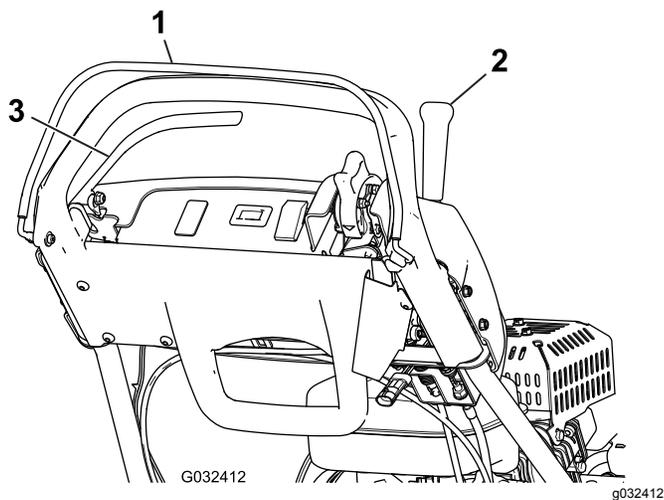

Рисунок 29
3. Попробуйте привести в действие рычаг управления тягой при ненажатом механизме контроля присутствия оператора (Рисунок 29). Рычаг управления тягой **не должен** включаться. Если рычаг управления тягой включается, система блокировки нуждается в обслуживании. Устраните неисправность до начала работы на машине; см. Обслуживание блокировочного выключателя тяги (страница 36).
4. При нажатом механизме контроля присутствия оператора и включенном рычаге управления тягой отпустите механизм контроля присутствия оператора (Рисунок 29). Рычаг управления тягой **должен** отключиться. Если рычаг управления тягой не отключается, то система блокировки нуждается в ремонте. Устраните неисправность до начала работы на машине; см. Обслуживание блокировочного выключателя тяги \(страница 36\).
5. При нажатой рукоятке КПО передвиньте рычаг влево, чтобы включить привод барабана и тяговый привод, а затем отпустите рукоятку КПО (Рисунок 29). Рычаг управления тягой **должен** отключиться. Если рычаг управления тягой не отключается, то система блокировки нуждается в ремонте. Устраните неисправность перед началом работы на машине; см. раздел Обслуживание блокировочного выключателя тяги \(страница 36\) или Регулировка управления барабаном \(страница 40\).
6. При нажатой рукоятке КПО передвиньте рычаг влево, чтобы включить привод барабана и тяговый привод, а затем переведите рычаг вправо для отключения привода барабана (Рисунок 29). Привод барабана **должен** отключиться. Если привод барабана не отключается, система блокировки нуждается в ремонте. Устраните неисправность до начала работы на машине; см. Регулировка управления барабаном \(страница 40\).
2. При нажатой рукоятке КПО, включенном рычаге управления тягой в положении запуска (Рисунок 29) попробуйте запустить двигатель. Двигатель **не должен** запускаться. Если двигатель запускается, блокировочный выключатель нуждается в ремонте. Устраните неисправность до начала работы на машине; см. Обслуживание блокировочного выключателя тяги \(страница 36\).
2. При рычаге управления тягой в положении «Выкл.», включенном рабочем тормозе и органах управления двигателем в положении пуска (Рисунок 29) попробуйте запустить двигатель. Двигатель **должен** запускаться. Если двигатель не запускается, то блокировочный выключатель нуждается в ремонте. Устраните неисправность до начала работы на машине; см. Обслуживание блокировочного выключателя тормоза \(страница 37\).
3. При работающем двигателе включите рабочий (но не стояночный) тормоз, нажмите рукоятку КПО и включите рычаг управления тягой (Рисунок 29). Двигатель должен работать, преодолевая сопротивление тормоза, но не должен останавливаться. Если двигатель сразу же остановился, блокировочный выключатель нуждается в ремонте. Устраните неисправность до начала работы на машине; см. Применение блокировочного выключателя тормоза \(страница 24\).
4. При работающем двигателе затяните фиксатор стояночного тормоза, нажмите рукоятку КПО и включите рычаг управления тягой (Рисунок 29). Двигатель **должен** остановиться. Если двигатель не